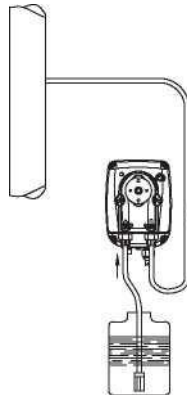

Abb. 5
- c. - Die Pumpe wie in Abb. 5 gezeigt platzieren. Sie kann entweder unter oder über dem Füllstand der zu dosierenden Flüssigkeit installiert werden, der Unterschied sollte aber nicht mehr als 2 Meter betragen. Bei Flüssigkeiten, die aggressive Dämpfe freisetzen, die Pumpe **nicht** über dem Speichertank installieren, außer wenn dieser hermetisch verschlossen ist.